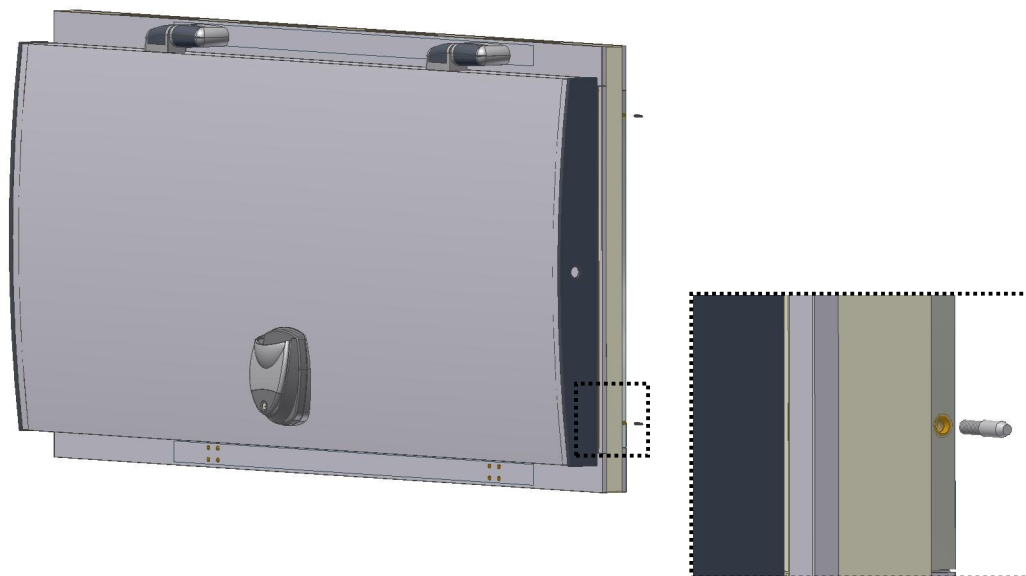

Fig. 4
- Devem ser colocados os pernos no painel do aro da porta, antes deste ser montado (Fig. 4).